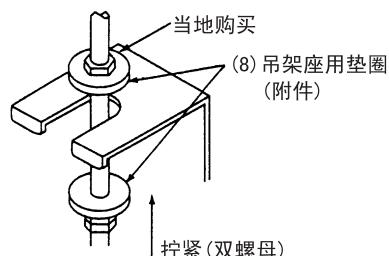

图7
■ 将吊架座挂在吊脚螺栓上。吊架座的上下两面都要用垫圈和螺母确实固定好。(请参见图7)